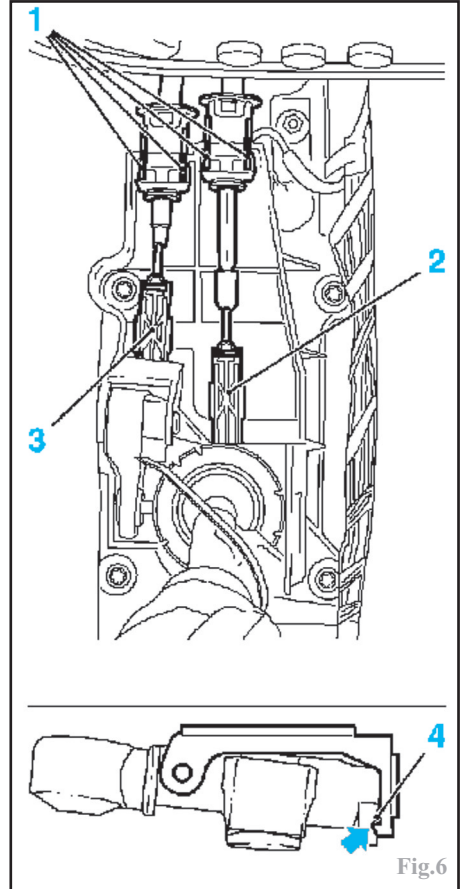

Fig.6
Relever les systèmes de verrouillage (2) et (3) des câbles en sortie de la commande de levier de vitesses (Fig.6).
Ne pas dépasser le cran (4) (Fig.6) sous peine d'endommager le système de verrouillage des câbles.